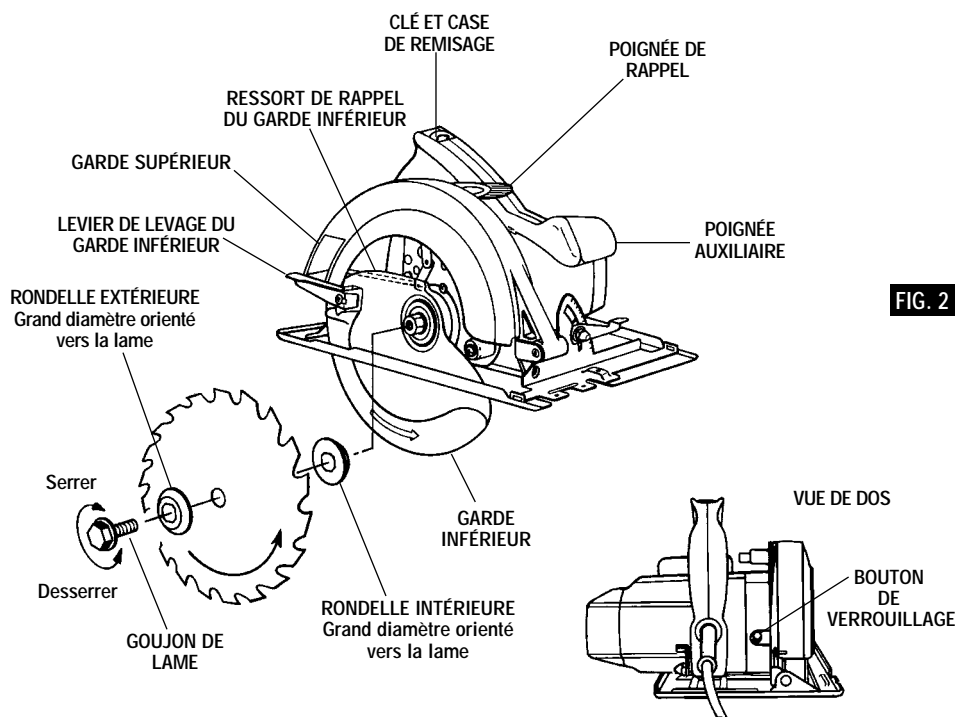

FIG. 2
1. Appuyez sur le bouton de verrouillage et tournez la clé jusqu'à enclenchement du dispositif de verrouillage, ce qui a pour effet d'immobiliser l'arbre de la scie. Tout en maintenant le bouton enfoncé, tournez la clé en sens contraire des aiguilles d'une montre et enlevez le GOUJON DE LA LAME et la RONDELLE EXTÉRIEURE (fig. 2).